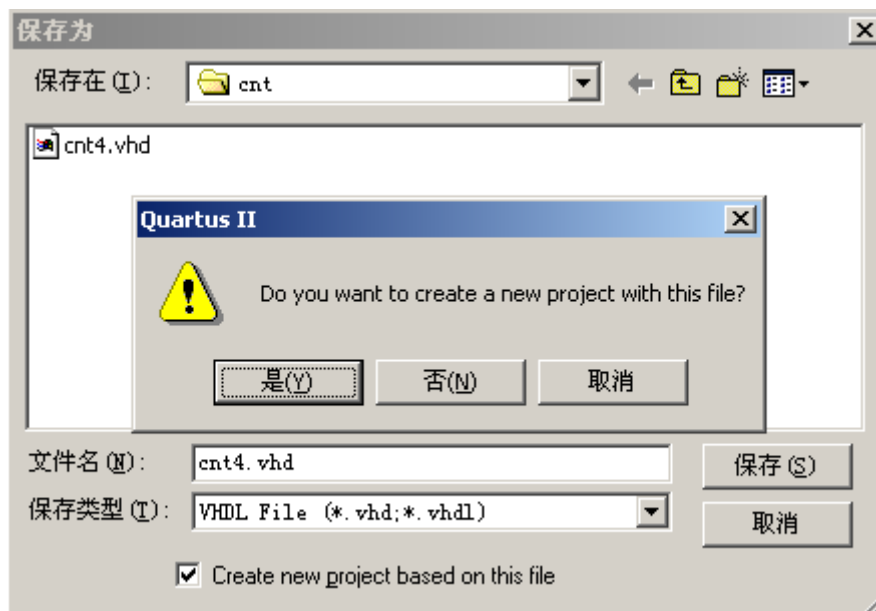

图 2-3 保存设计文件
- (3) 文件存盘。选择菜单“File”→“Save As”，找到要保存的文件夹 D:\CNT，文件名应与实体名一致，即 cnt4.vhd。当出现图 2-3 中所示的“Do you want to create a new project with this file?”对话框时，若单击“是”，则直接进入创建工程流程；若单击“否”，则可以以后再为该设计创建工程。如果保存文件时将“Create new project based on this file”前的“☐”，则不会出现该对话框。